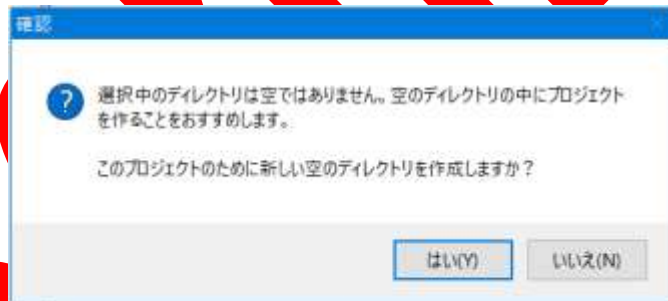

図 4-3
③ 新しいディレクトリ（フォルダ）の作成確認ダイアログが開くので [はい] をクリックして、新規プロジェクト用のフォルダを作ります。 図 4-3